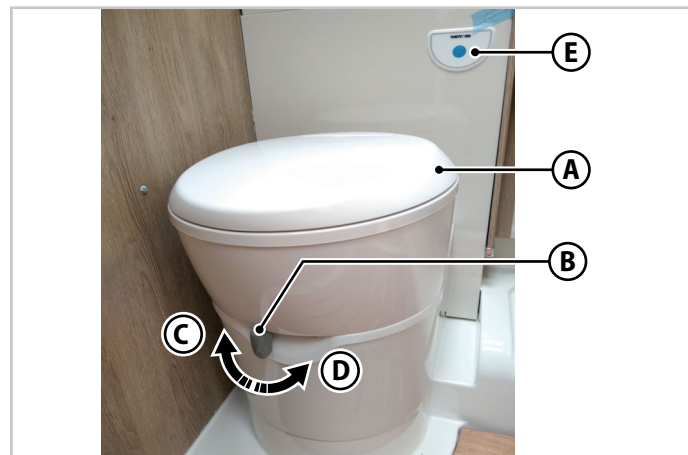

Fig.6.37 - Cómo accionar la cisterna del inodoro
La parte superior del inodoro (**A** - Fig.6.37) puede girar hacia la derecha o la izquierda permitiendo aprovechar el espacio de la mejor manera posible.
1. Mueva la palanca (**B** - Fig.6.37) a la posición (**C** - Fig.6.37) para abrir la compuerta de desagüe.
2. Mantenga presionado el botón (**E** - Fig.6.37) durante el tiempo que sea necesario.
3. Para cerrar la tapa de descarga de la cisterna, mueva la palanca a la posición (**D** - Fig.6.37).
1. Compruebe que la tapa de descarga del inodoro esté cerrada: la palanca (**B** - Fig.6.37) debe estar en la posición (**D** - Fig.6.37).